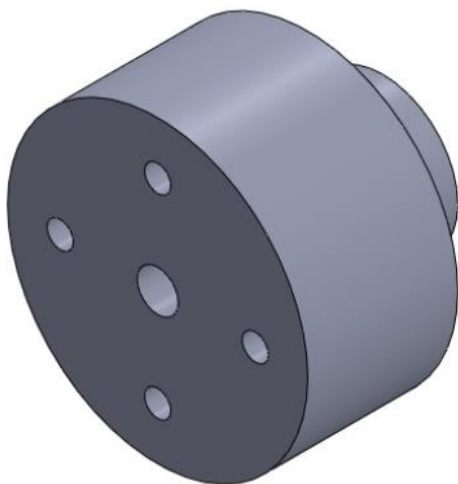

Рисунок 6.10 – Модель після створення кругового шаблону
- г) Створіть круговий шаблон отвору (рис. 6.10).